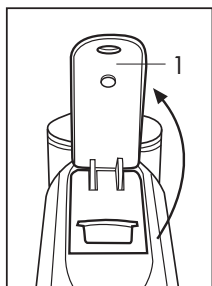
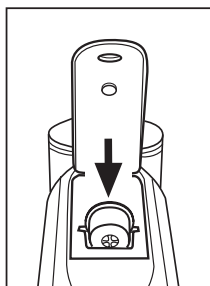

Fig. 6
Fig. 7
- Soulever complètement le levier de commande (1) (Fig. 6) et introduire une capsule dans le logement prévu à cet effet (Fig. 7)